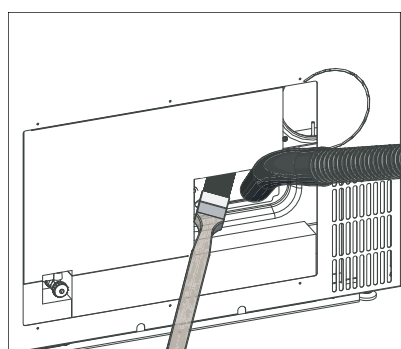

Fig. 58 Pulire le parti superiori del vano cenere con una spazzola e poi aspirare il vano cenere
- Pulire le parti superiori del vano cenere con una spazzola e poi aspirare il vano cenere – Fig. 58.